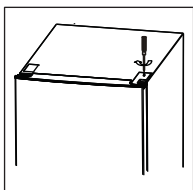

Рисунок 19
1. Открутите и снимите крышку шарнира (рис. 19).